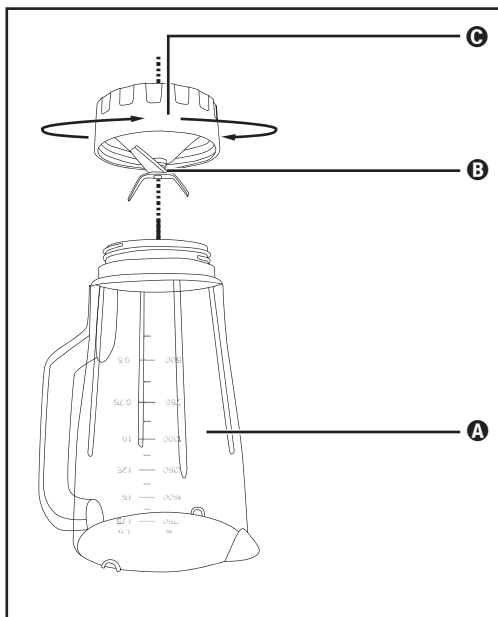

Fig. 3
- 2) Așezați aparatul cu capul în jos și rotiți componenta inferioară de plastic **C** a recipientului de amestecare ③ în sens antiorar, astfel încât să se poată desprinde de piesa superioară de plastic **A** a recipientului de amestecare ③ (a se vedea fig. 3).